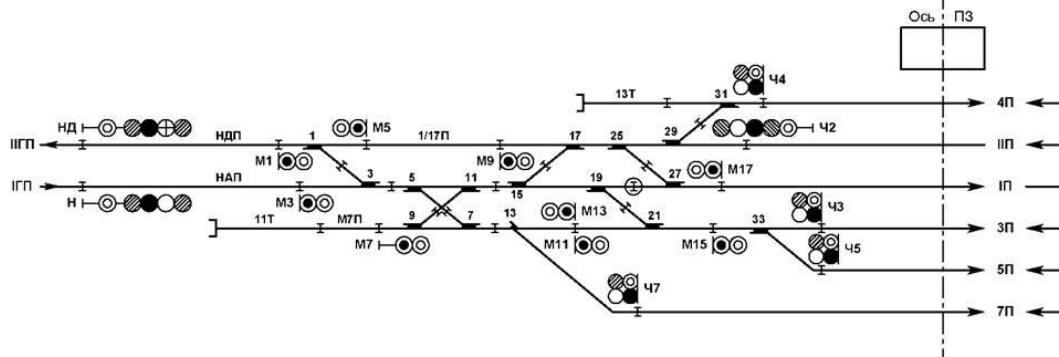

Рисунок 7 – Схематический план горловины станции
12. Дан схематический план горловины станции (Рис. 7). Определить жильность кабеля от поста ЭЦ до напольных объектов СЦБ;